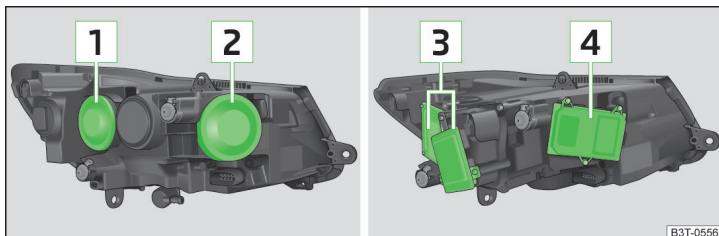

Abb. 202 Glühlampenordnung: Scheinwerfer mit Halogen-Licht / mit Xenon-Licht
- Die Schutzkappe **1** » Abb. 202 auf Seite 232 abnehmen.
- Die Schutzkappe **2** » Abb. 202 auf Seite 232 abnehmen.